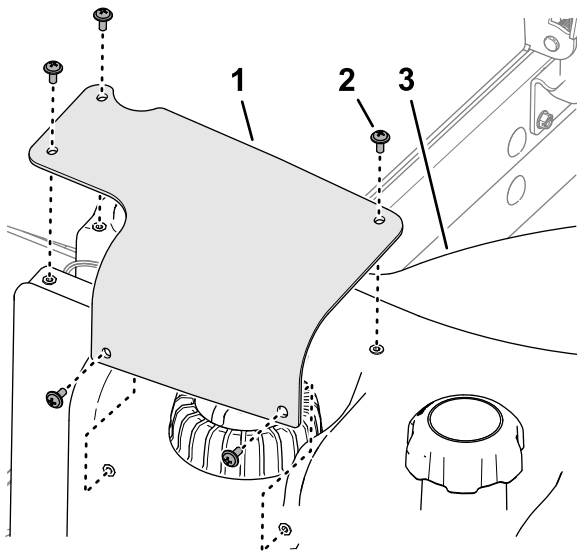

図 126
7. 燃料センダのカバーについている穴を燃料タンクの穴に合わせ、プラスねじ5本でカバーをタンクに取り付ける 図 126。